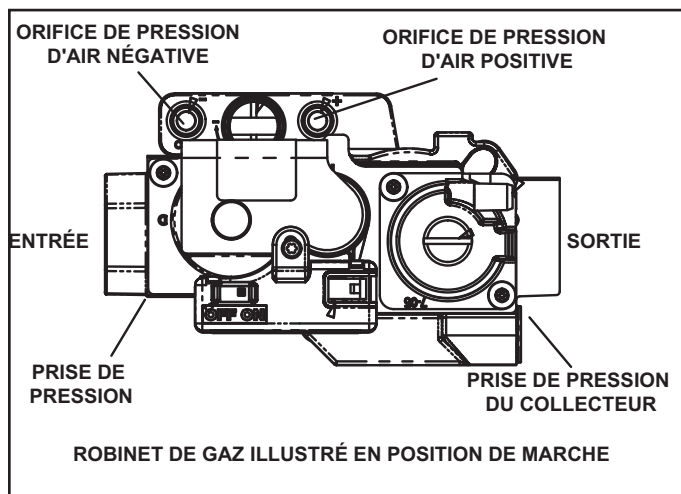

Figure 48. Robinet de gaz
6. Placez l'interrupteur du robinet de gaz sur OFF (arrêt). Voyez la Figure 48.
8. Placez l'interrupteur du robinet de gaz sur ON (arrêt). Voyez la Figure 48.